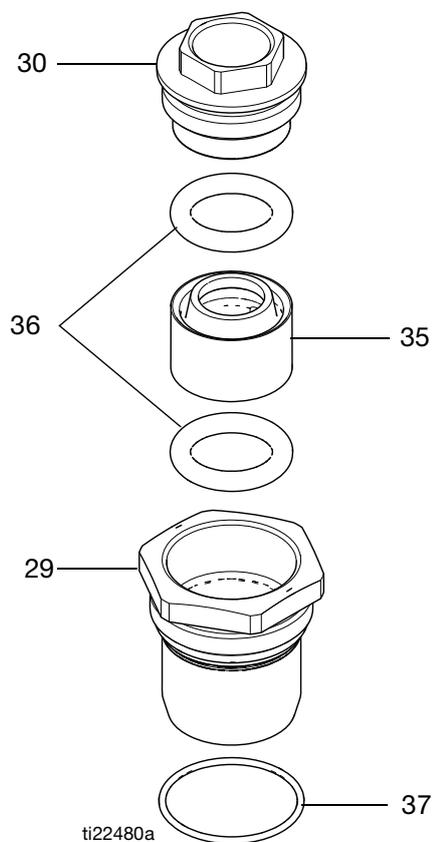

**FIG. 3. Smontare o montare il soffiETTO**
5. Rimuovere l'O-ring del soffietto (19).
**NOTA:** Il gruppo soffietto comprende il dado del soffietto (25), il soffietto (14), gli O-ring (23 e 24) e la camicia del soffietto (22). Per smontare, vedere **Smontare il gruppo soffietto** a pagina 8 e FIG. 3 a pagina 9.
7. Rimuovere le quattro viti a brugola (33) dalla base della camera del soffietto (13). Sollevare in verticale la camera del soffietto dal blocco di uscita del fluido (8). Fare attenzione a non danneggiare l'asta del pistone (3).
Vedere FIG. 3, pagina 9.
7. Rimuovere l'O-ring del soffietto (19). Vedere FIG. 3, pagina 9.
8. Rimuovere il gruppo soffietto dalla camera del soffietto (15). Rimuovere l'anello di tenuta (23).
9. In caso di guasto al soffietto, rimuovere anche la valvola di sfiato (28) dalla piastra superiore. Pulire il percorso del fluido eliminando la vernice incrostata.